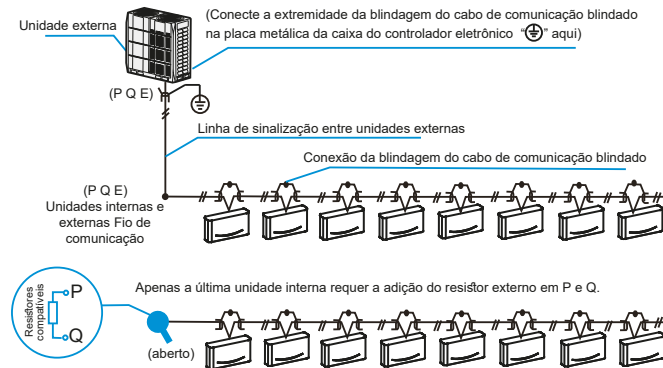

Figura 30
- O cabeamento de comunicação entre as unidades interna e externa deve conectar uma unidade após a outra através de encadeamento em margarida desde a unidade externa até a unidade interna final, a camada blindada deve estar devidamente aterrada, um resistor externo deve ser adicionado à última unidade interna para melhorar a estabilidade do sistema de comunicação (consulte a Figura 30).